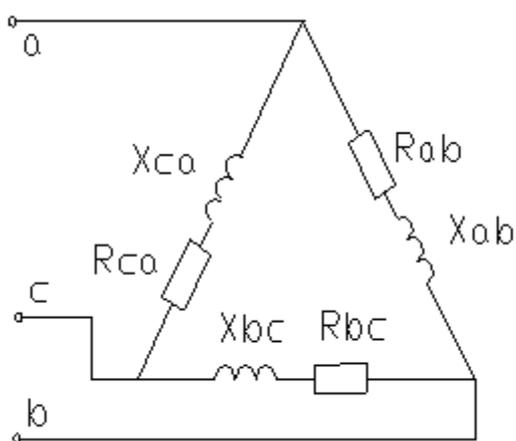

Рисунок 4.16
**Задача.** Для трехфазной электрической цепи, схема которой изображена на рис. 4.16 – 4.23, по заданным в табл. 4.2 параметрам и линейному напряжению определить фазные и линейные токи, активную мощность всей цепи и каждой фазы отдельно. Построить векторную диаграмму токов и напряжений.